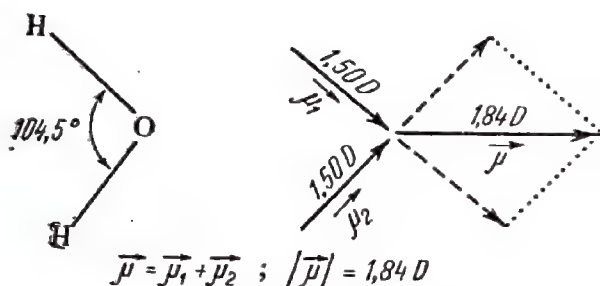

Fig. 23. Compunerea vectorială a momentelor de dipol caracteristice legăturilor H—O din sistemul H_2O . Momentul de dipol al apei are valoarea 1,84 D.
1. Într-un sistem cu mai multe legături chimice, momentele de dipol ale acestor legături se compun vectorial, după regulile cunoscute (v. fig. 23). Momentul de dipol rezultat este o caracteristică importantă a sistemelor chimice, mărimea acestuia determinând, alături de alți factori, capacitatea unui sistem de a interacționa.